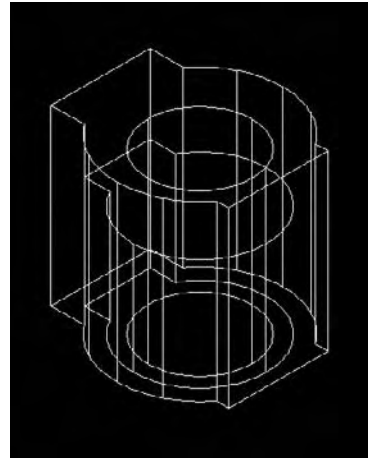

Fig.16.5
- 9 Tracez un cylindre de rayon 25 cm et d'une hauteur de 78 cm, à l'intérieur de la figure (fig.16.5).